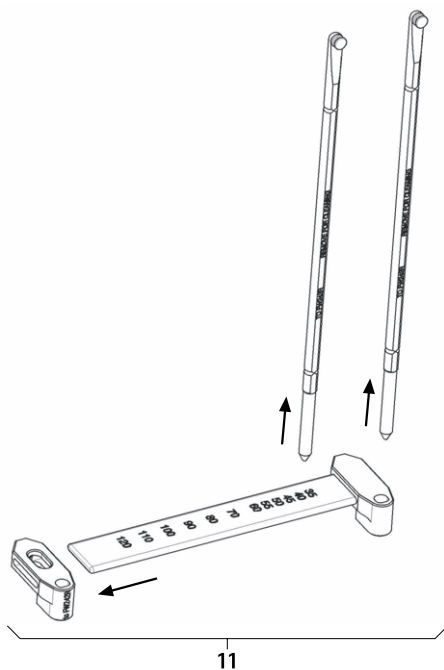

Fig. 7
- Smontare il misuratore lunghezza barre 11, vedere Fig. 7.